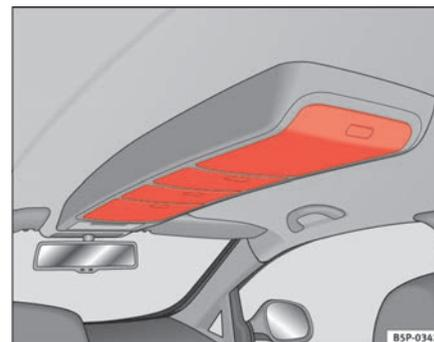

Fig. 104 Porta-objects no tejadilho
- Premir o botão da tampa, para a abrir, ⇒ fig. 104. A tampa abre-se automaticamente.